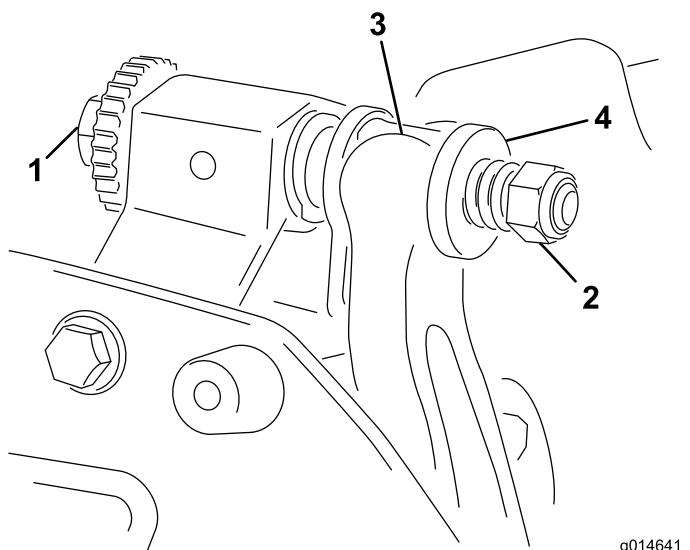

Figura 20
1. Rode o parafuso de ajuste da barra de apoio no sentido contrário ao dos ponteiros do relógio, para afastar lâmina de corte do cilindro (Figura 20).
2. Faça recuar a porca da mola tensora até que a anilha deixe de estar sob tensão contra a barra de apoio (Figura 20).
1. Instale a barra de apoio, posicionando as aletas de montagem entre as anilhas e o parafuso de ajuste da barra de apoio (Figura 20).